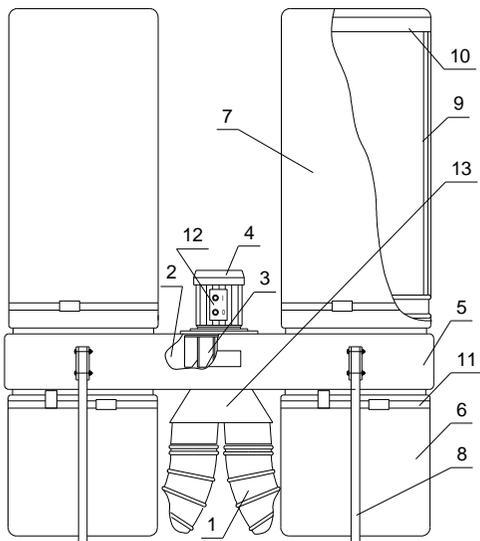

Рис. 5
5.2 Воздушный поток (см. рис.5) по воздуховоду 1 через патрубок 13 поступает в центральную часть улитки 2 где вращающееся рабочее колесо 3, приводимое в действие электродвигателем 4, ускоряет поток и вводит его в корпус 5.
- 6.2.3 Собрать установку (рис.5).